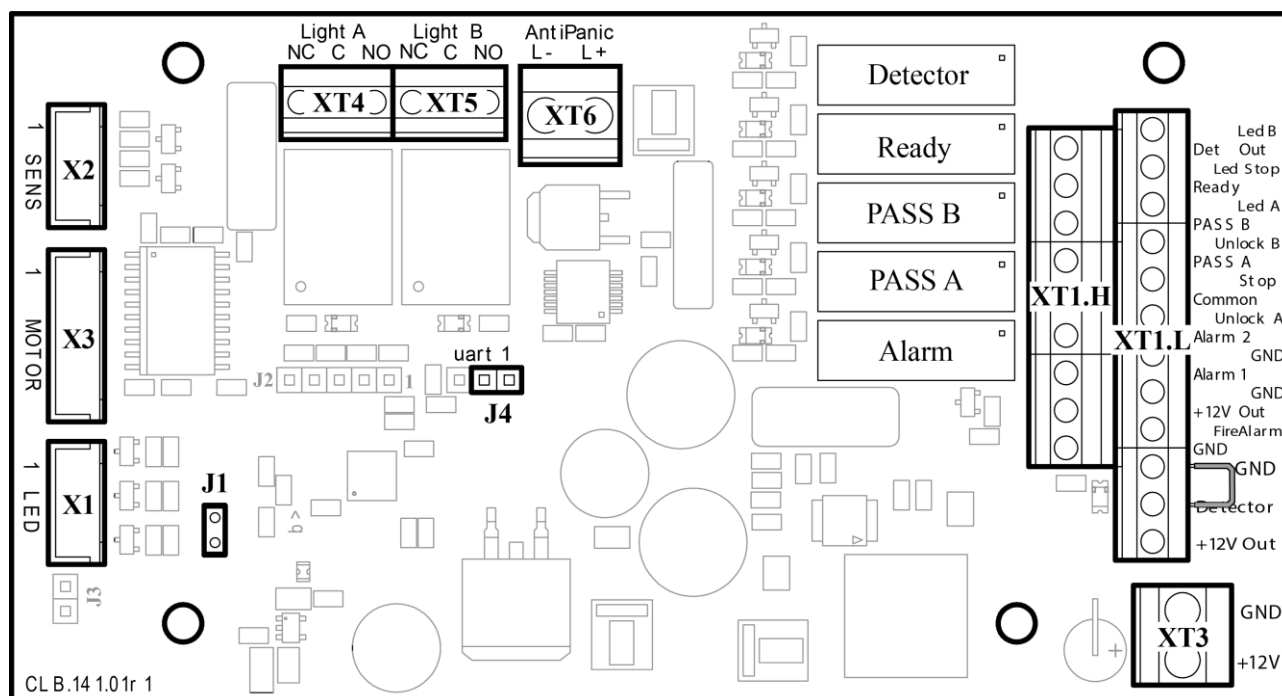

Рисунок 5. Внешний вид платы управления
ПДУ подключается к плате управления гибким многожильным кабелем (12) через клеммную колодку **XT1.L** (см. рис. 5 и 11).
Изменить ориентацию ПДУ относительно установки турникета (если по месту установки турникет обращен к оператору не лицевой, а тыльной стороной) можно, поменяв местами провода от ПДУ, подключаемые на контакты *Unlock A* и *Unlock B*, а также *Led A* и *Led B* соответственно (см. рис. 5 и 11).
Общий вид платы управления показан на рис. 5.
Подключение указанных устройств производится с помощью кабеля (5) к соответствующим клеммным колодкам **XT1.L** и **XT1.H** платы управления в соответствии со схемой электрических соединений (см. рис. 5 и 12).
Обозначения установленных на плате управления клеммных колодок и назначение их контактов показаны на рис. 5.
Факт срабатывания/отпускания реле *PASS A*, *PASS B*, *Ready*, *Detector* и *Alarm* можно определить по загоранию/гашению красных индикаторов, которые установлены вблизи указанных реле (см. рис. 5).
Режим управления определяется наличием перемычки на разъеме *J1* (расположение разъема *J1* показано на рис. 5 и на наклейке, расположенной на внутренней поверхности крышки с блоком индикации (2): перемычка установлена – импульсный режим управления, перемычка снята – потенциальный режим управления). При поставке перемычка установлена.